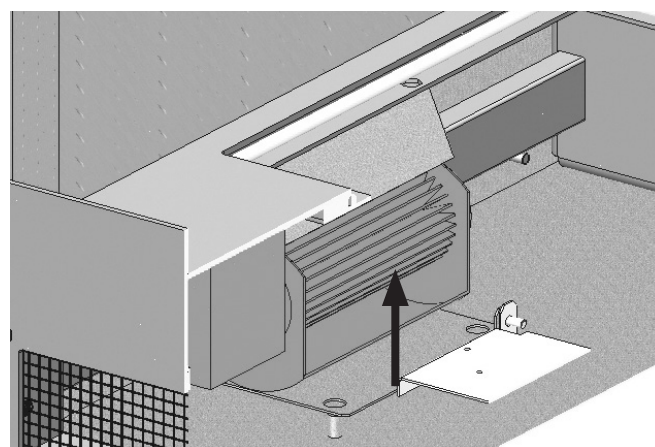

FIG. 12
5. Retire os fãs de sua habitação, afrouxando os parafusos, remova o bloco dos pinos e remova-o puxando para a frente (Fig. 12)